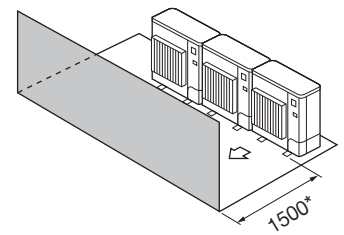

Fig. 2-14
- ③ มีลิ่งกีดขวางที่ด้านหน้าเท่านั้น (Fig. 2-14)